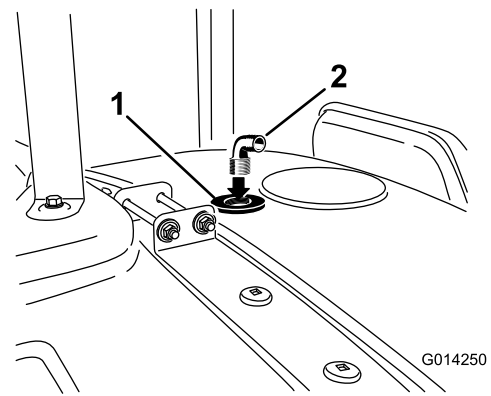

Bild 18
8. Stecken Sie das 90°-Anschlussstück in die Gewindeöffnung des Schottanschlussstücks (Bild 18).